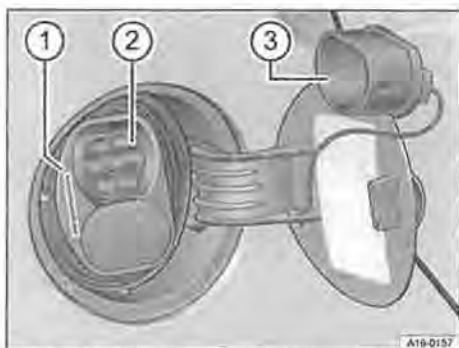

Fig. 110 Presa di ricarica della batteria dietro lo sportellino nella parte posteriore destra (esempio)
Stazione di ricarica AC, wallbox, presa: La batteria ad alto voltaggio può essere ricaricata con **corrente alternata (AC)** tramite la relativa presa di ricarica → fig. 110.
La luce a LED (spia di ricarica) sulla presa di ricarica si accende in giallo → fig. 110 ①. Sul display del quadro strumenti si accende la spia 🚗.
La spia di ricarica sulla presa produce delle pulsazioni di colore verde → fig. 110 ①. La spia 🚗 sul quadro strumenti lampeggia in giallo.